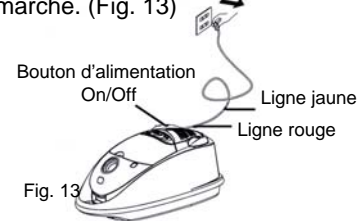

Fig. 13
2. Appuyez sur le bouton On/Off situé sur l'appareil pour mettre l'aspirateur en marche. (Fig. 13)
**Remarque:** Une fois tous les accessoires en place, étirez le cordon sur une longueur suffisante et insérez la fiche dans la prise murale. Une marque jaune indique la longueur idéale du cordon d'alimentation. N'allongez pas le cordon plus loin que la marque rouge. (Fig. 13)
Votre aspirateur est doté d'un cordon d'alimentation auto rétractable. Pour allonger votre cordon d'alimentation, tirez-le de l'arrière et tirez-le jusqu'à la longueur désirée jusqu'à la marque jaune. (Fig. 13) N'allongez pas le cordon d'alimentation plus loin que la marque rouge. Lorsque le nettoyage est terminé, éteignez l'appareil en premier et débranchez-le ensuite de la prise électrique. Appuyez ensuite sur le bouton de rembobinage du cordon. Si le cordon ne se rembobine pas complètement, tirez-le et appuyez à nouveau sur le bouton de rembobinage.